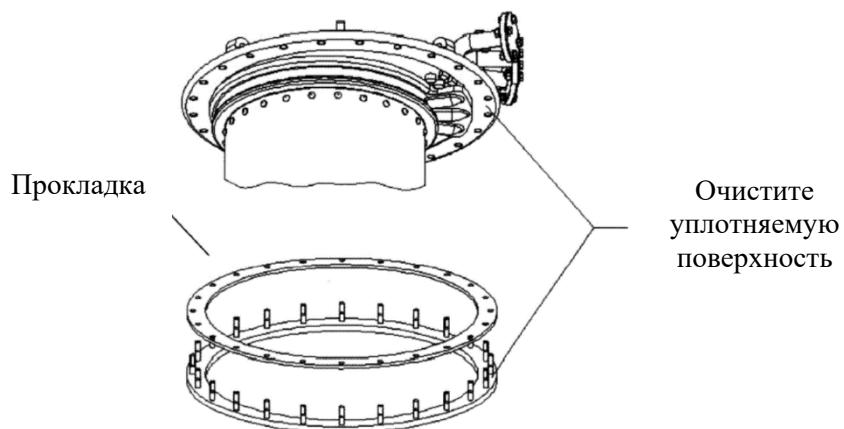

Рисунок 9 Поверхности уплотнения
- 1) Очистите уплотнительные поверхности фланца головки устройства РПН и монтажного фланца трансформатора, установите уплотнительную прокладку (Рисунок 9).